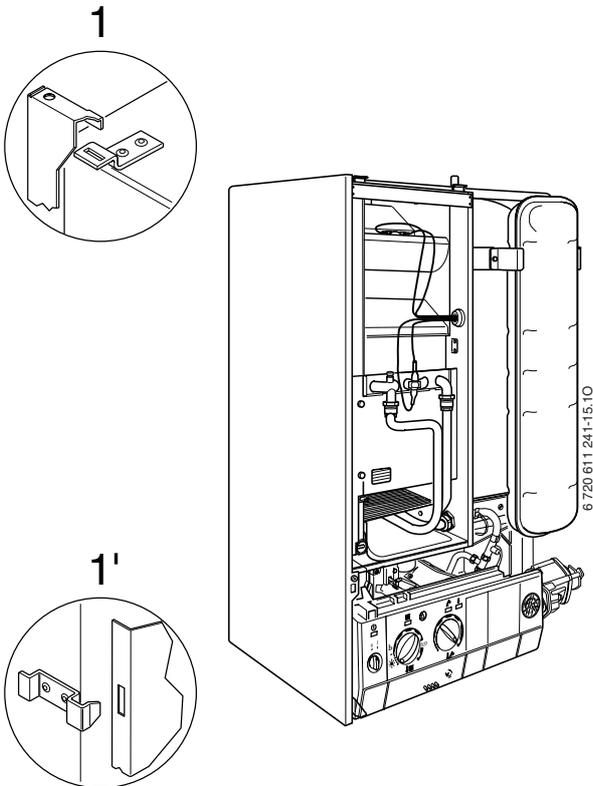

Fig. 12
- ▶ Introducir los ganchos de planchas, de la carcasa izquierda, en los taladros del ojal (1), que se encuentran en la parte superior, e introducir, también el gancho de planchas (1'), situado en la parte baja izquierda (junto al bastidor) en el taladro del ojal, que se encuentra en el lateral izquierdo (lado junto al muro) seguir fig. 12.